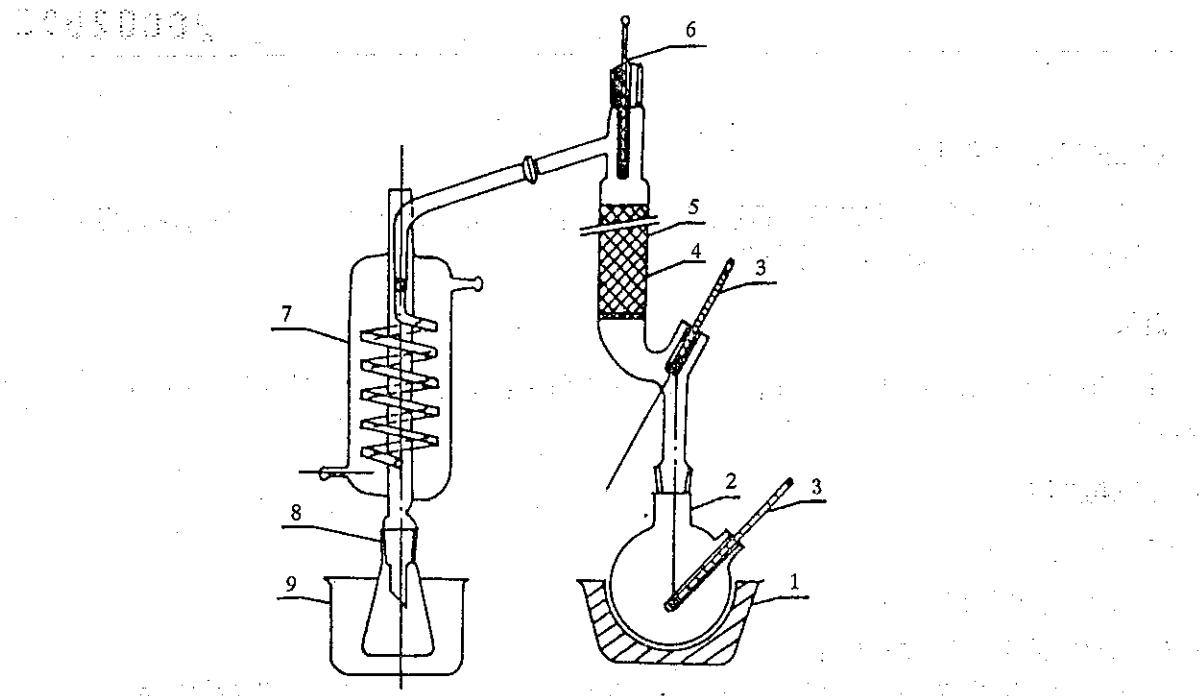

图 1 酯交换测定仪
4.1 酯交换测定仪: 其连接图如图1所示。加工尺寸图见附录A。
- 5.2 用量筒量取60mL氧化铅催化剂溶液(3.3)，加入反应瓶中，用40mL乙二醇(3.1)分两次洗涤量筒，然后倒入反应瓶中，将反应瓶按图1所示连接好。